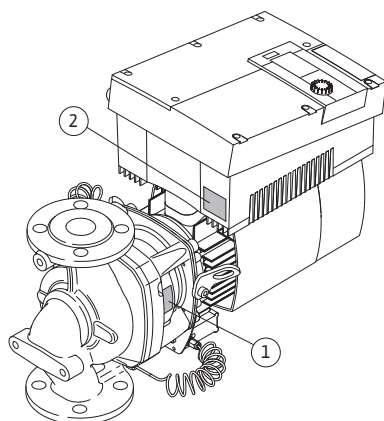

Fig. 11: Typskyltarnas placering:
- Pumptypskytten (fig. 11, pos. 1) innehåller serienumret (ser.nr.../...), som t.ex. krävs när reservdelar beställs.
- Elektronikmodulstypskytten (elektronikmodul = växelriktare resp. frekvensomvandlare) (fig. 11, pos. 2) anger den använda elektronikmodulens beteckning.